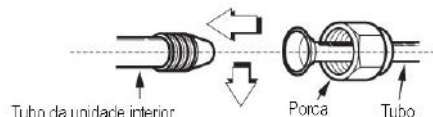
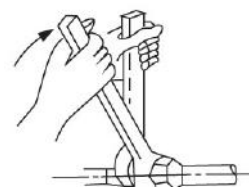

Fig. 58
Fig. 59
- Aperte suficientemente a porca bicônica com os dedos e, depois, aperte com uma chave de boca e uma chave dinamométrica, conforme indicado nas Fig. 58 e Fig. 59.